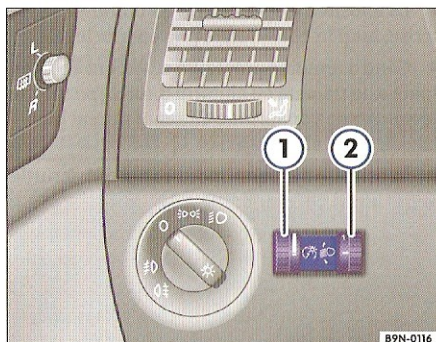

Fig. 27 Imagine din tabloul de instrumente: Regulator pentru iluminarea instrumentelor și comutatoarelor ① și reglarea farurilor ②.
① Iluminarea instrumentelor și comutatoarelor²³⁾
Când luminile autovehiculului sunt aprinse, intensitatea luminii instrumentelor și comutatoarelor se poate regla prin rotirea regulatorului ⇒ fig. 27 ①.
② Reglarea farurilor